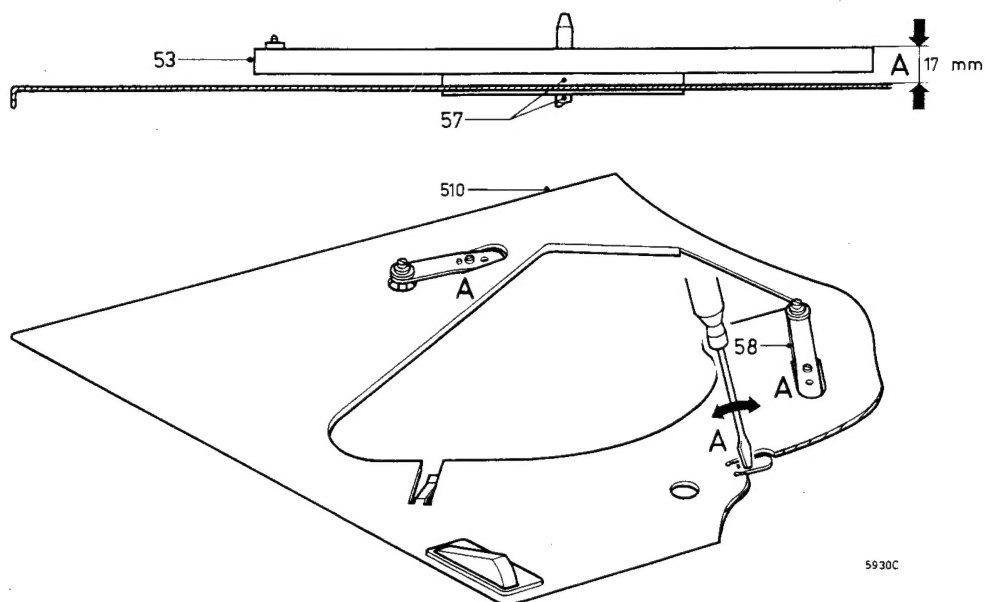

Fig. 2
- GB** The 22GA418/05/15 is suited for 50 Hz-220 V. The 22GA418 is a player on a cabinet with a transparent cover. For replacement of components and for repairs reference is made to Service Manual 22GC018. For the cabinet parts we refer to the List of parts below. For the connection of the motor see Fig. 1. For the connection of the PU see Fig. 2.
- F** Le 22GA418/05/15 est prévu pour 50 Hz-220 V. Le 22GA418 est un électrophone dans un boîtier et avec un couvercle transparent. Pour le remplacement des composants ou les réparations à effectuer, veuillez consulter la Documentation Service 22GC018. Pour les pièces du boîtier, voir la liste ci-dessous. La connexion du moteur est représentée fig. 1. La connexion du tourne-disque est représentée fig. 2.
- E** El 22GA418/05/15 es adecuado para 50 Hz-220 V. El 22GA418 es un tocadiscos en una caja y con una tapa transparente. Para la reparación y sustitución de componentes de este tocadiscos véase a la documentación de servicio del 22GC018. Para los componentes de la caja véase a la lista de componentes dado más adelante. Para el conexionado del motor véase a la fig. 1. Para el conexionado del tocadisco véase a la fig. 2.
- S** 22GA418/05/15 är avsedd för 50 Hz-220 V. 22GA418 är en skivspelare med transparent lock. För utbyte av komponenter och reparation hänvisas till Service Manual 22GC018. För apparatdelar refereas till nedanstående reservdelslista. Anslutning av motor se fig. 1. Se fig. 2 för anslutning av tonarmen.
- N** 22GA418/05/15 er for 50 Hz-220 V. 22GA418 er en spiller i et kabinet med lokk av plast. For servicedeler og reparasjons anvisninger henvises til service-dokumentasjon 22GC018. For kabinett deler se listen under. For motortilkopling se fig. 1. For P.U. tilkopling se fig. 2.
- NL** De 22GA418/05/15 is geschikt voor 50 Hz-220 V. De 22GA418 is een platenspeler op bak met transparant deksel. Voor reparatie en vervanging van onderdelen van deze speler zie de service-dokumentatie van de 22GC018. Voor de kastonderdelen zie de bijgevoegde stuklijst. Voor motoraansluiting, zie fig. 1. Voor PU-aansluiting, zie fig. 2.
- D** Gerät 22GA418/05/15 eignet sich für eine Netzspannung von 50 Hz-220 V. Gerät 22GA418 ist ein Plattenspieler auf Zarge mit transparenter Schutzhaube. Für Reparatur und Ersatz der Einzelteile dieses Spielers siehe die Kundendienstanleitung für Gerät 22GC018. Für die Gehäuseteile siehe die beiliegende Ersatzteilliste. Für Motoranschluss siehe Abb. 1. Für TA-Anschluss siehe Abb. 2.
- I** Il 22GA418/05/15 è previsto per 50 Hz-220 V. Il 22GA418 è un electrofono in un mobile e con un coperchio trasparente. Per la sostituzione dei componenti o le riparazioni da effettuare, consultare la Documentazione Servizio 22GC018. Per i pezzi del mobile, vedi l'elenco qui sotto. Il collegamento del motore si trova fig. 1. Il collegamento del giradischi si trova fig. 2.
- DK** 22GA418/05/15 er beregnet for 50 Hz-220 V. 22GA418 er en pladespiller, monteret på kassette med transparent låg. For udskiftning af dele, samt reparation, henvises til Service Manual for 22GC018. For kassettedele henvises til nedenstående liste. For motorforbindelser, se fig. 1. For pick-upforbindelser, se fig. 2.